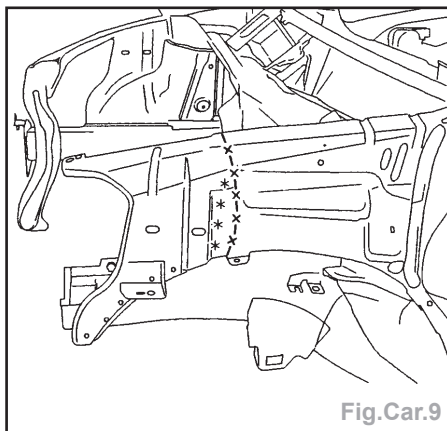

Fig.Car.9
- Dégraffer les points à l'aide d'une fraise de Ø 8 mm (Fig.Car.9).
- Poser la doublure d'aile AV (partielle) et souder par points électriques et points bouchons MAG (Fig.Car.9).